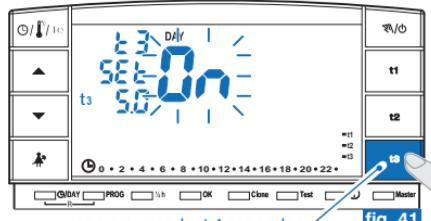

fig. 41
- Maintenir la touche t3 appuyée jusqu'à l'affichage sur l'écran de l'inscription clignotante **ON** (fonction active) ou bien **OFF** (fonction désactivée), plus l'inscription de la température de programmation t3 au moment configuré (par exemple 5.0c - fig. 41).